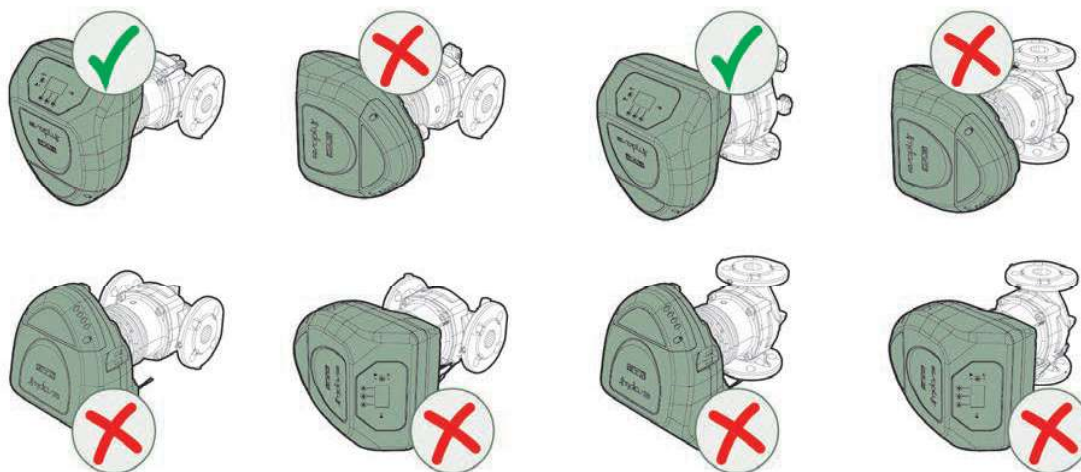

Figura 5
È possibile ruotare l'interfaccia utente in posizioni differenti rispetto a quella standard, fare riferimento alla Figura 5
- nel caso in cui la temperatura ambiente sia più elevata della temperatura del liquido si rischia la formazione di condensa. Tale condensa deve e può essere scaricata attraverso almeno **uno dei tre fori** di scarico posizionati sul corpo motore, vedere la Figura 5